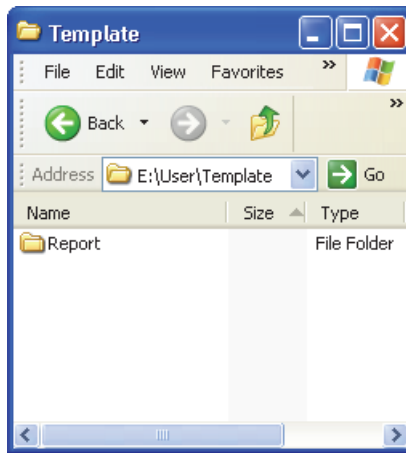

Рис. 7-4 Путь к папке отчета
- b) Создайте папку \User\Template\Report\ (см. Рис. 7-4 на стр. 210), если эта папка еще не создана.